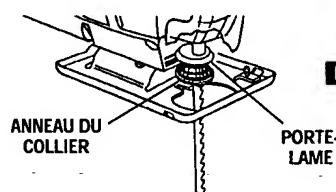

FIG. 4
- Enfoncez la lame à fond avec les dents tournées dans la direction du sciage comme illustré à la (fig. 4).